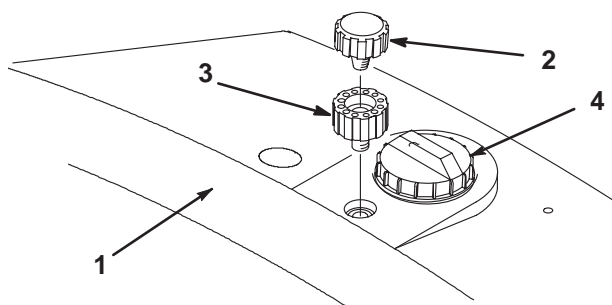

図 7
1. 油圧オイルタンクについている通気キャップを取る (図 7)。
2. 延長パイプを通気穴に取り付ける (図 7)。
3. パイプの先端に通気キャップを取り付ける (図 7)。